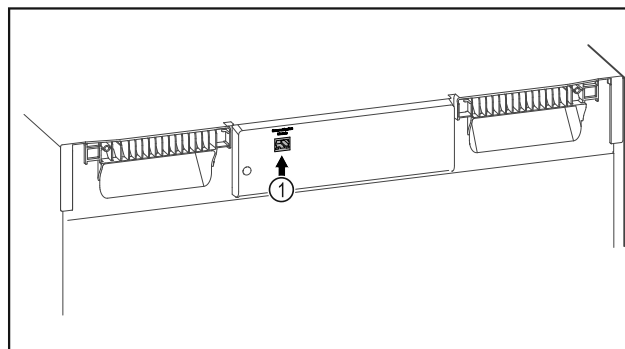

Fig. 84
- SmartModule Fig. 84 (1) este instalat.